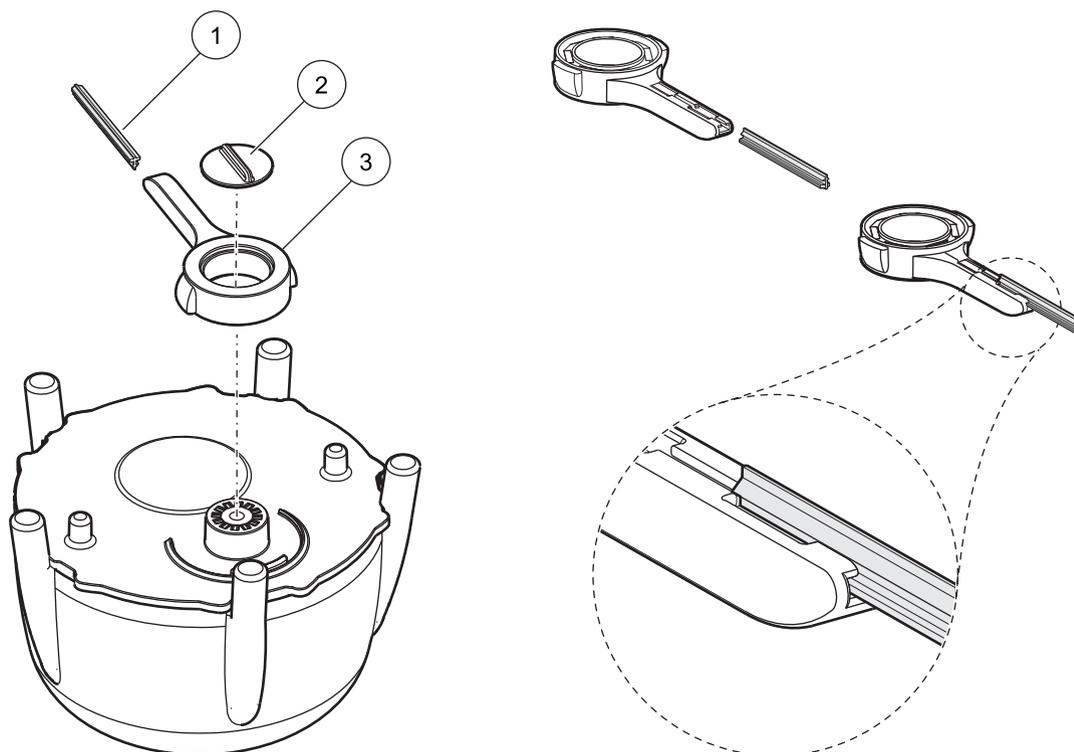

Figure 12 Balai
Pour remplacer le balai, le bras du balai (voir élément 3 dans Figure 12) passe en position centrale.
2. Enlevez la vis de la glissière (voir élément 2 dans Figure 12) et démontez le bras du balai.
3. Tirez vers l'avant le profil du bras du balai (voir élément 1 dans Figure 12).